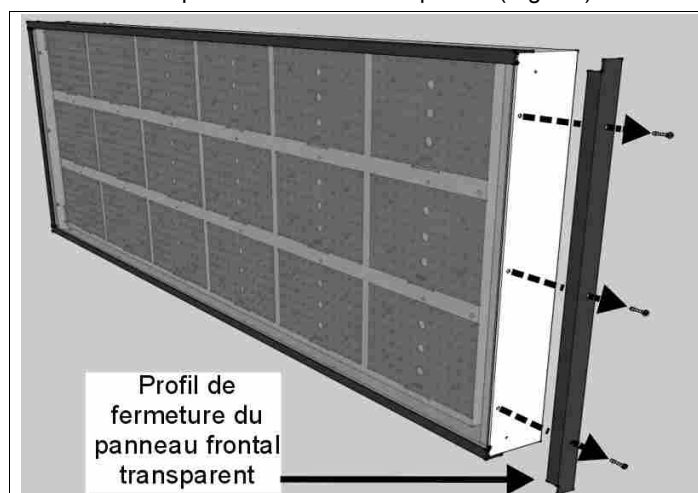

Fig. 10: Vis de serrage du panneau frontal
- Ôtez un profil métallique latéral du module où est installée la carte à remplacer en dévissant les vis de serrage (Fig. 10) avec un tournevis cruciforme.